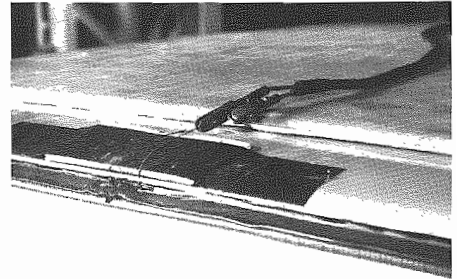

Fig. 27 - Collegere i cavi resistenza sigillante
- Collegare i cavi resistenza sigillante (**Fig. 27**).
- Connect sealing resistance cables (**Fig. 27**).